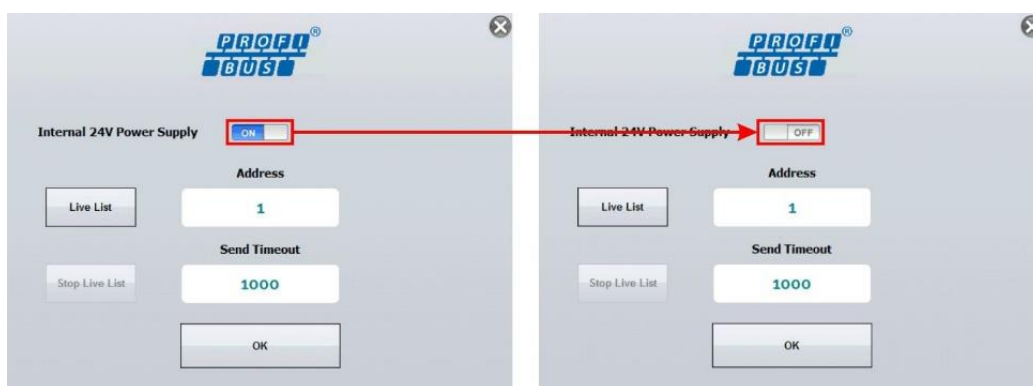

Fig. 34 - Habilitando a fonte de alimentação interna
- ATENÇÃO:** Por padrão, a fonte interna de 24Vdc é habilitada para uso. Caso seja necessário utilizar uma fonte externa, desabilite a função pressionando a chave de seleção, como indicado na **Fig. 34**.